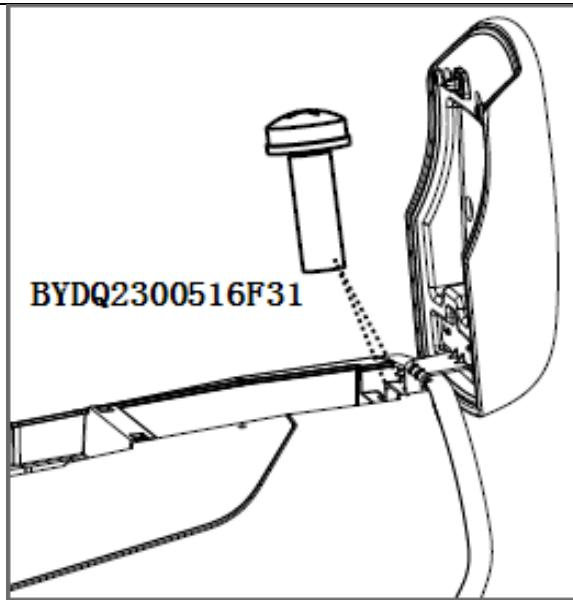

图 1.6.19 副仪表板扶手组件的拆卸
(1) 开启扶手组件至直立状态, 用十字螺丝刀依次松开固定扶手组件的两个螺钉 (BYDQ2300516F31十字槽盘头螺钉和平垫圈组合件), 将扶手组件整体取下。如图 1.6.19 所示;